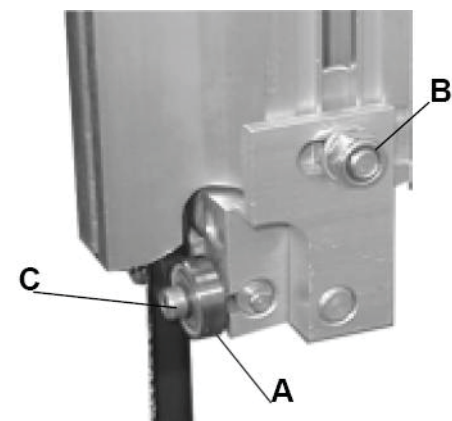
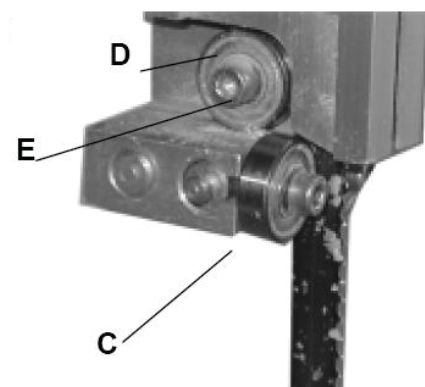

Рис. 20
Рис. 21
- Установите роликовые направляющие (A) (Рис. 20) относительно полотна, открутив шестигранную гайку (B) (Рис. 20) и двигая опору направляющей до тех пор, пока роликовые направляющие (B) не будут находиться на расстоянии 2 мм от основания зуба.
- Ослабив винт (C) с обеих сторон полотна, установите роликовые направляющие (A) на расстоянии 5 мм от полотна.
- Отрегулируйте упорный подшипник (D) (Рис. 21), чтобы спинку полотна не мешала откручивать крепёжный болт (E) (Рис. 21)
- После регулировки зафиксируйте положение крепёжным болтом (E).